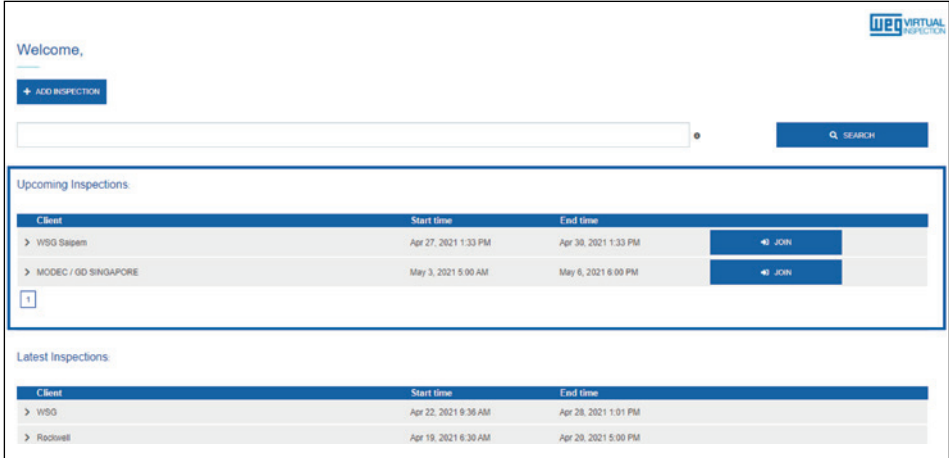

Figura 6- Inspecciones liberadas
■ Usted puede verificar las próximas inspecciones liberadas para su login, conforme es mostrado en la Figura 6.